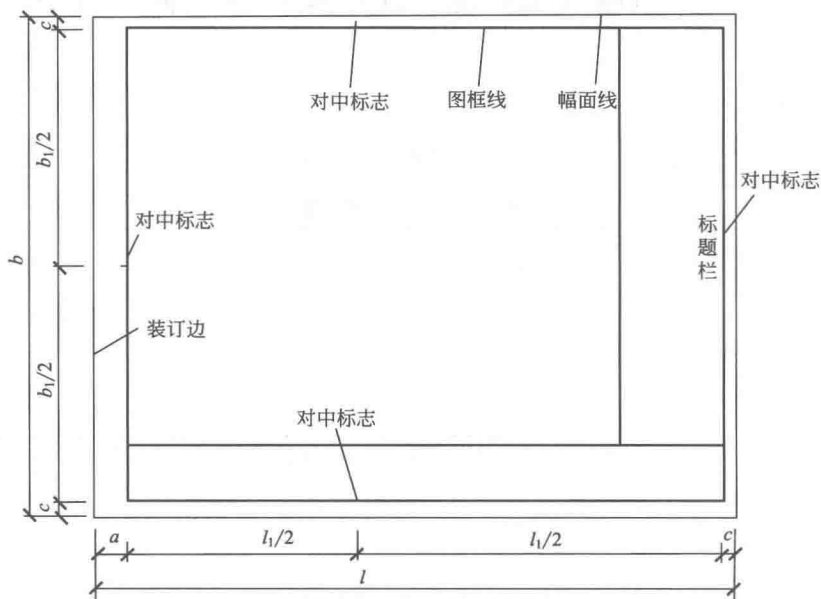
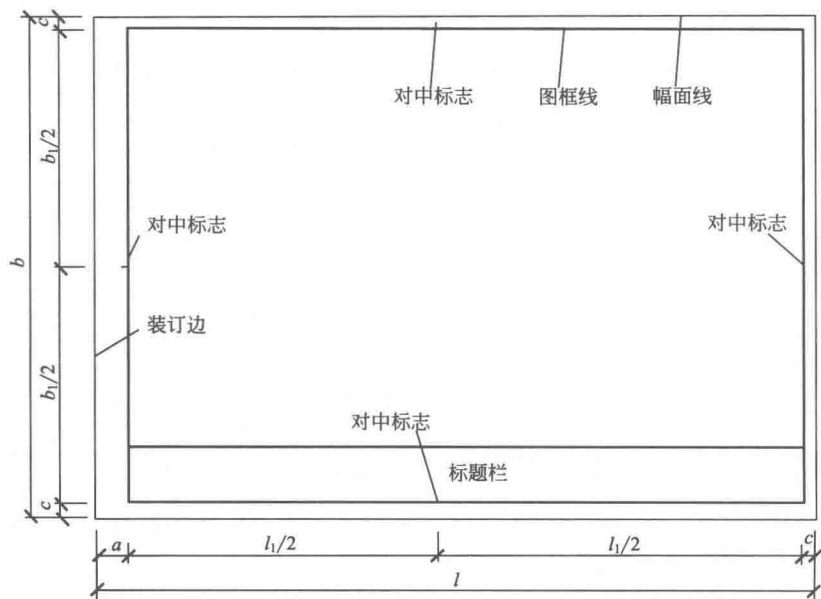

图 2-1 A0~A4 横式幅面 (一)
图 2-2 A0~A4 横式幅面 (二)
(1) 图纸中应有标题栏、图框线、幅面线、装订边线和对中标志。图纸的标题栏及装订边的位置,应符合以下规定。
①横式使用的图纸应按如图 2-1、图 2-2 所示的形式布置。